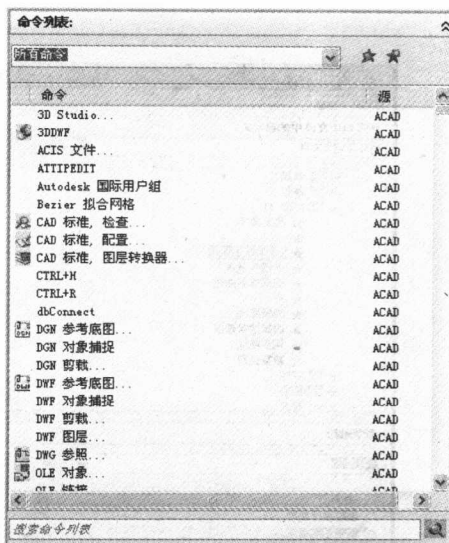

图 1-14 命令列表
3) “命令列表”窗口用于创建和定位包含在加载的自定义文件中的命令, 如图 1-14 所示。使用“创建新命令”按钮在“<文件名>中的自定义”窗口顶部的下拉列表中列出的 CUI 文件中创建新的自定义命令。必须先创建命令, 才可以与“<文件名>中的自定义”窗口中的用户界面元素关联。“命令列表”窗口的底部是一个文字字段, 这使用户可以使用字符串来过滤命令列表。输入的文字字符串将与命令名的任意部分匹配, 具有匹配的文字字符串的命令会显示在列表框中。